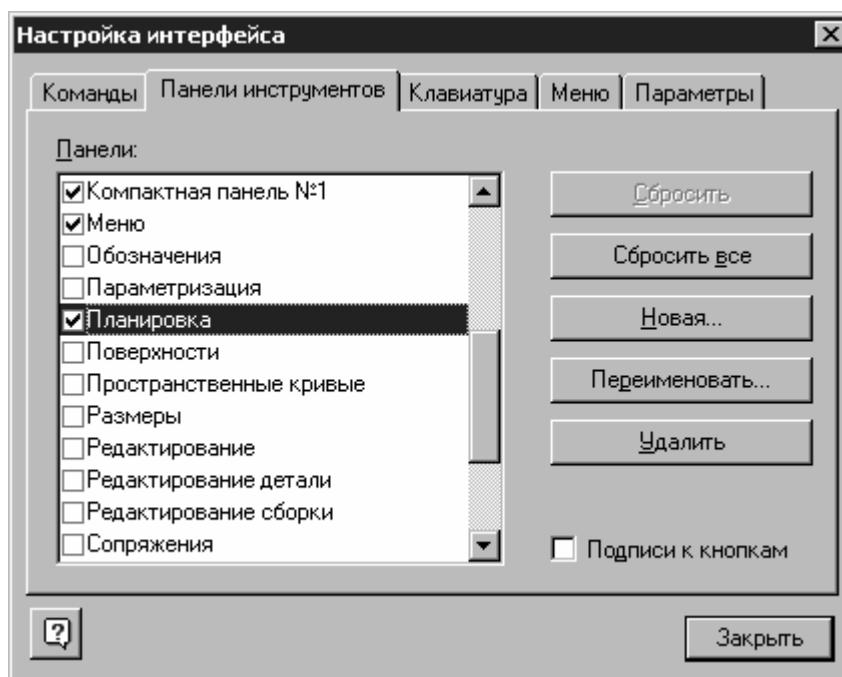

Рис. 1.1. - Вкладка **Панели инструментов**
2. В появившемся диалоге настройки параметров системы перейдите на вкладку **Панели инструментов** (рис. 1.1.) и нажмите кнопку **Новая...** Появится диалог **Название панели инструментов**.